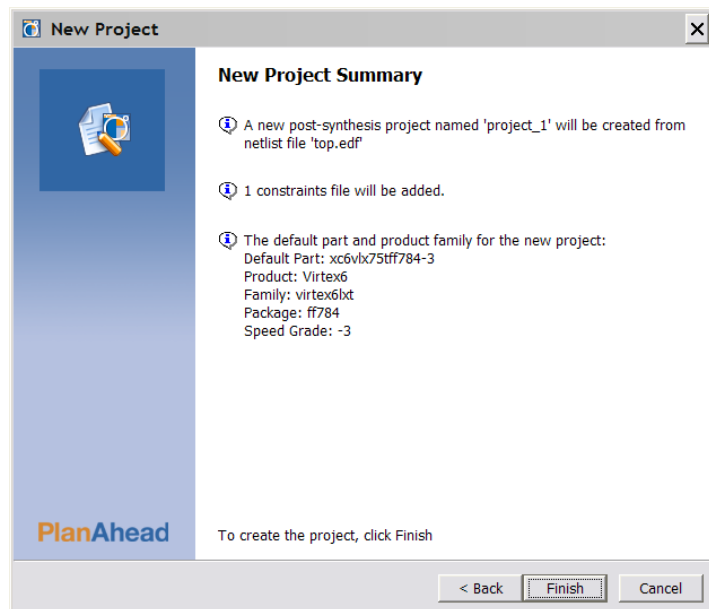

図 6 : [New Project Summary] ページ
- 1-1-11. [New Project Summary] ページで **[Finish]** をクリックして、プロジェクトを作成します (図 6)。